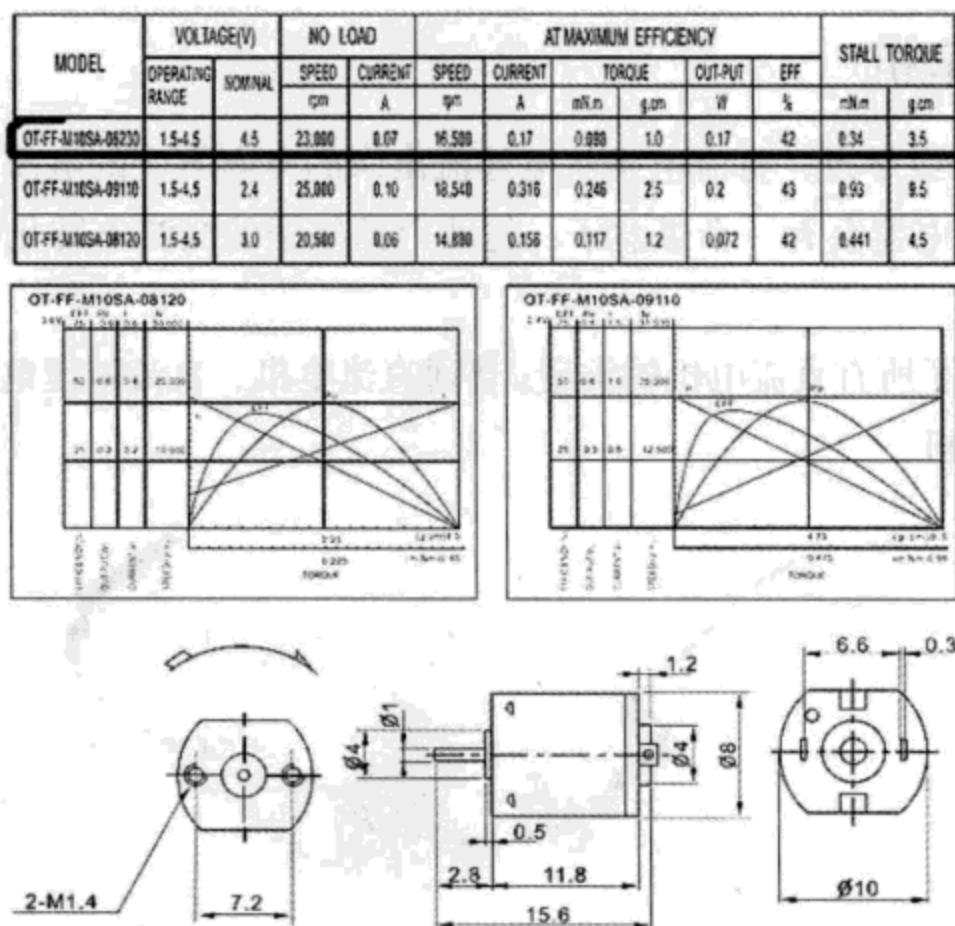

图6.6 直流玩具电机ROB-09608的参数表（图片经SparkFun Electronics允许使用）
直流玩具电机需要的电压范围通常为1.5~12V。速度从1000~20000 r/min不等，可能还会更高。比如，SparkFun的ROB-09608电机，其参数表如图6.6所示
(4) 最大效率：这列有很多数值应该了解。效率表示机械功与消耗电功率之间的关系。转矩为堵转转矩的一个特定的比例时，直流电机工作的效率最高（在这种特殊的情况下，最大效率大约在堵转转矩的 $\frac{1}{4}$ 处）。这个转矩值对应图 6.6 中部的峰值。在这个转矩点上，电机的工作效率最高。电机的工作转矩也可以与这个堵转转矩接近，但效率会低一点，此时转化为机械能的电能会少一点，用电池带动电机工作特别费电。
(1) 减速比：这个参数并不能说明什么，因为即使我们知道它将输出转矩提高到了 298 倍，也不能说完全了解了这个电机。
(2) 空载转速：这个参数的意义与图 6.6 中的空载速度相同。此处表示电压为 3 V 时，转速只有 33 r/min，比直流玩具电机的 23 000 r/min 慢多了！下一行为电压为 6 V 时的空载速度。这两个值说明电机在电压为 3~6 V 时，性能较好，参数表中只给出两个极值。
(3) 空载电流：与图 6.6 中的空载电流的概念也相同。这里用的是毫安，而不是安培。40 mA 等于 0.040 A，比直流玩具电机需要的 0.070 A 还要小。
(4) 堵转电流：电机转矩为堵转转矩时所需要的电流。
(5) 堵转转矩：工作电压为 6 V 时，堵转转矩为 44.90 ozf·in，是直流玩具电机的 900 倍！所以说，直流减速电机的强度更大！